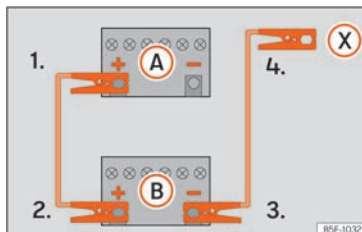

Fig. 54 Schéma de branchement pour les véhicules non équipés du système Start-Stop.
véhicule dont la batterie est déchargée (A) » » » fig. 54.
3. Raccordez l'autre extrémité du câble de démarrage rouge à la borne positive (+) du véhicule fournissant le courant (B).
- 4a. Sur les véhicules sans système Start-Stop : raccordez une extrémité du câble d'urgence noir à la borne négative (-) du véhicule fournissant le courant (B) » » » fig. 54.